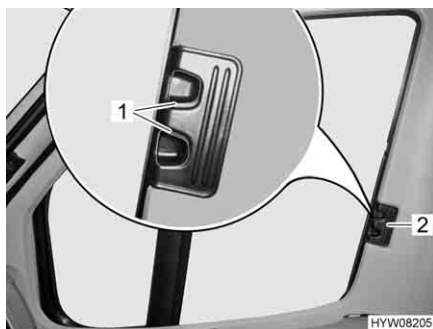

Fig. 92 Dispositif occultant plissé pour la fenêtre côté conducteur/passager
- Presser les poignées de déverrouillage (Fig. 92,1) et les maintenir pressées.
- Tirer les dispositifs occultants plissés pour les fenêtres côté conducteur et côté passager par la poignée (Fig. 92,2) vers l'autre côté de la fenêtre et les rassembler au niveau de la piste magnétique.
- Pousser les dispositifs occultants plissés pour les fenêtres côté conducteur et côté passager jusqu'à la butée au niveau de la poignée (Fig. 92,2).
- Lâcher les poignées de déverrouillage (Fig. 92,1) et les faire s'enclencher.